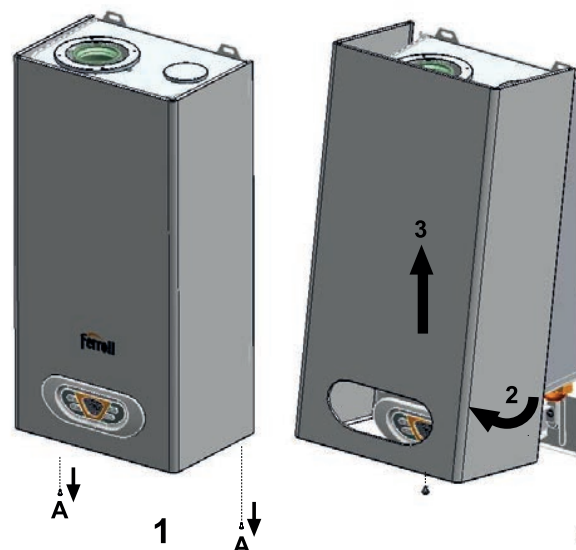

fig. 16 - Apertura mantello
- 1 Svitare le viti A (vedi fig. 16).
- 2 Sollevare il mantello (vedi fig. 16).